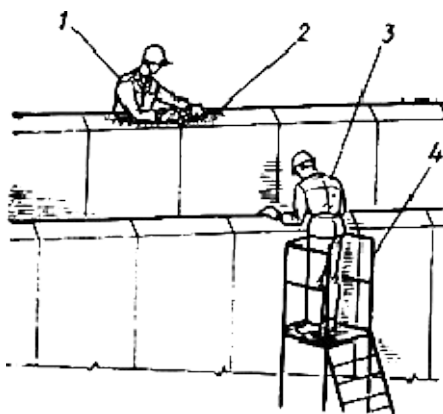

Рис.3. Схема подготовки места установки лестничной площадки
Подготовка места установки лестничной площадки, установка площадки (рис.3 ... 6), исполнители рабочий, выполняющий монтажные работы, старший в звене и рабочий, выполняющий монтажные работы
- 2. Рабочий, выполняющий монтажные работы, старший в звене и рабочий, выполняющий монтажные работы подкатывают площадки для сварщика и монтажника 4 к месту установки лестничной площадки на стене и поднимаются на них (рис.3).**